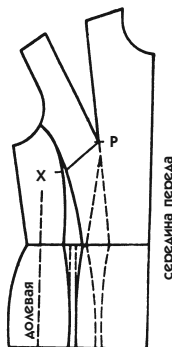

Рис. 151
1. Скопируйте весь перед базового лекала, отметив вытачку от талии пунктирной линией (рис. 151).
2. Закройте вытачку груди и приложите лекало к фигуре, чтобы нарисовать первую линию рельефа от проймы к талии, следуя направлению вытачки по талии (рис. 151).
- в верхней части лифа соедините обе линии рельефа и продолжите их вверх слегка изогнутой линией (рис. 151);
- продолжите обе линии рельефа вниз, как показано на рис. 151.
4. На линии рельефа в точке, от которой отходит вытачка груди, сделайте засечку (крестик на рис. 151). Не забудьте отметить направление долевой нити параллельно срединной линии.